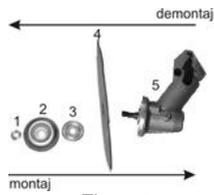

Fig. 1.2
9. Montarea discului taietor este facuta corect conform figurii de mai jos - fig. 1.2